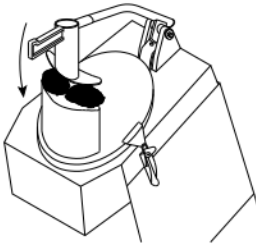
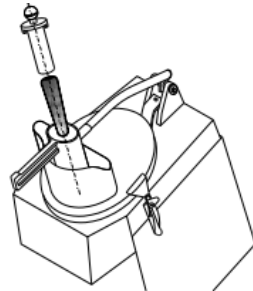

Abb. 12
Abb. 12a
- a) füllen Sie durch die Deckelöffnung das Gerät mit dem gewählten Schneidegut (siehe Abb. 12). Führen Sie kleinere Stücke (Karotten, Zucchini, etc.) durch das Rohr am Presshebel (siehe Abb. 12a) ein. Schalten Sie das Gerät mit der die **Start-Taste „I“** ein und drücken Sie den Presshebel leicht herunter, bei Füllung durch das Rohr benutzen Sie den Stopfer.